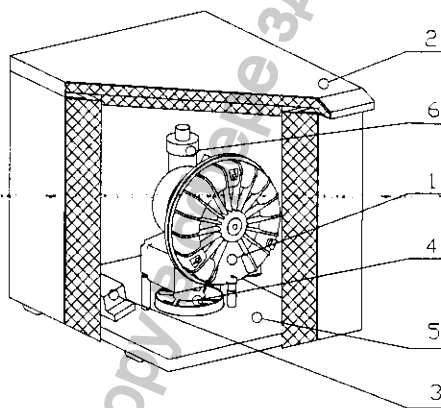

Рис.1
Агрегат аспиратора (1) (рис.1) создает в пневматической распределительной сети частичный вакуум, при этом отсасывает чужеродные вещества из рабочего поля врача и направляет их в сепаратор зубной установки. Чистый воздух проходит после сепаратора через отсасывающий агрегат и далее выпускается через выходной шланг и глушитель шума прямой (6) в окружающую среду вне кабинета. Отсасывающий агрегат включается с помощью модуля управления (3) после подвода сигнала от установки (напряжением 24 В перем./пост. или включением выключателя- модели „Т“). Агрегат расположен на основании (5) над охлаждающим вентилятором (4), который создает в шкафчике (2) принудительную циркуляцию воздуха. Металлический шкафчик на ножках имеет шумопоглощающую изоляцию, при этом обеспечивается низкий уровень шума для окружающей среды, а с помощью вентилятора (4) и достаточный обмен охлаждающего воздуха, подводимого через щель между шкафчиком или основанием и полом. Охлаждающий воздух потом выдувается через отверстие в задней стенке шкафчика.